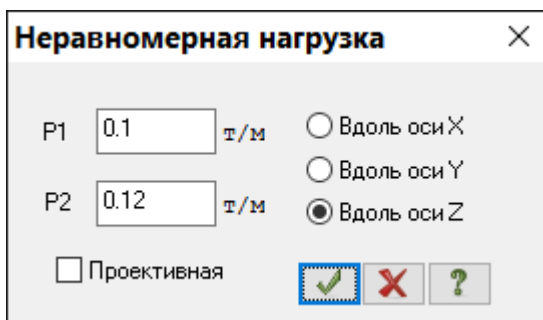

Рис.8.20. Диалоговое окно **Неравномерная нагрузка**
- Далее в диалоговом окне **Задание нагрузок** щелчком по кнопке трапецевидной нагрузки на группу стержней вызовите диалоговое окно **Неравномерная нагрузка** (рис.8.20).